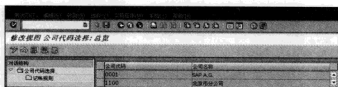

图 10-48 “修改视图 公司代码选择: 总览”界面
STEP 1 在命令栏输入 SPRO 命令，通过菜单选择“财务会计→资产会计→总账集成→将折旧计入总账→指定间隔和过账规则”选项，或者直接在命令栏中输入“OAYR”命令，弹出“修改视图 公司代码选择：总览”界面，如图 10-48 所示。在此界面中，可以定义折旧过账到总账的周期（如每月、每季等）。